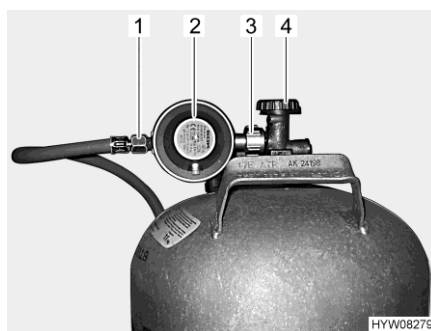

Fig. 136 Raccordo bombola del gas
- Chiudere la valvola principale di arresto (Fig. 136,4) della bombola del gas. Osservare la direzione della freccia.
- Tenere fermo il regolatore di pressione del gas (Fig. 136,2) e aprire il dado zigrinato (Fig. 136,3) (generalmente filettatura sinistra).
- Rimuovere il regolatore di pressione del gas con il tubo del gas (Fig. 136,1).
- Collocare il regolatore di pressione del gas (Fig. 136,2) con il tubo del gas (Fig. 136,1) sulla bombola del gas e serrare il dado zigrinato (Fig. 136,3) (generalmente filettatura sinistra). **Non** tirare con molta forza.